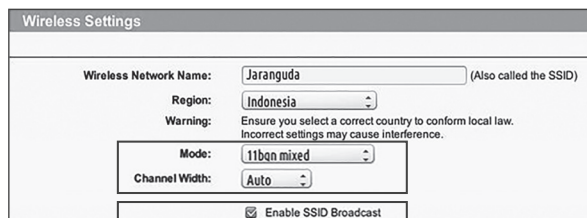

Fig. 1
2. Skontrolować router, czy standard nadawania bezprzewodowego 802.11 jest zgodny z typem WiFi b/g/n lub przemiennie. (Patrz Rys. 1)
3. Skontrolować, czy kanał/szerokość pasma nadawania bezprzewodowego routera jest Auto lub 20M bądź 20M przemiennie 40M. (Patrz Rys. 1)
4. Skontrolować, czy w routerze włączono funkcję SSID Broadcast – nadawanie nazwy sieci, podczas podłączania urządzenia z telefonem. Po pomyślnym podłączeniu urządzenia z telefonem można funkcję wyłączyć. (Patrz Rys. 1)